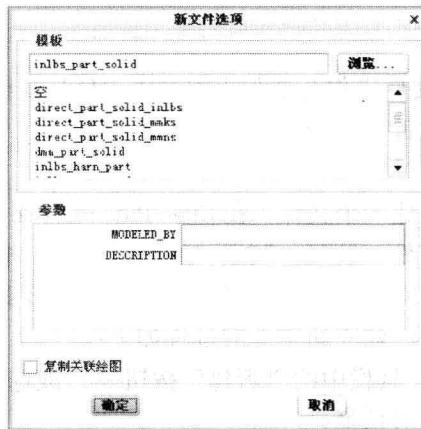

图 1-5 “新文件选项”对话框
(3) 在“名称”框中，键入文件名或使用默认名。如果接受默认模板，则单击“确定”按钮即可以默认模板建立一个新文件。
(4) 如果不使用默认模板，则可以取消“使用默认模板”复选框的勾选，然后单击“确定”。则打开如图 1-5 所示的“新文件选项”对话框打开。